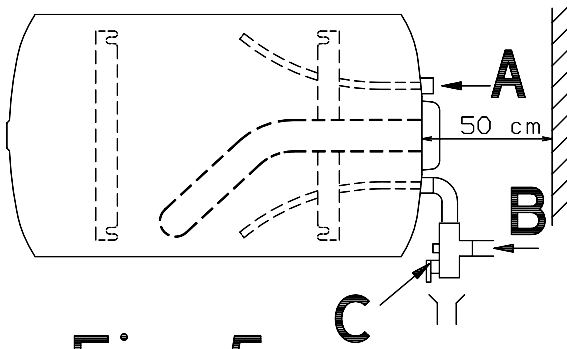

Fig. 5
- Fig.5 modèle horizontal à droite
- Fig.5 horizontal model, right
- Fig.5 modelo horizontal à direita
- Afb.5 horizontaal model rechts